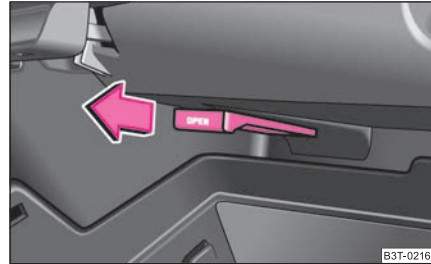

Abb. 92 Ablagefach: Bedienung der Kühlung
- Die Kühlung schalten Sie ein, indem Sie den Hebel in Pfeilrichtung ziehen ⇒ Abb. 92.